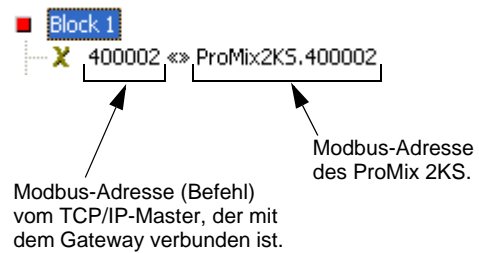

**ABB. 24: Blockgröße festlegen**
3. Siehe ABB. 24. Auf die Schaltfläche „Edit“ (Bearbeiten) neben dem Feld „Block Size“ (Blockgröße) auf der rechten Fensterseite klicken. Das Fenster „Edit Value“ (Wert bearbeiten) wird geöffnet. Die Anzahl der Modbus-Registeradressen im Bereich von der in Schritt 2 eingegebenen Startadresse bis zur gewünschten Endadresse (einschließlich) eingeben. In diesem Beispiel sieben. Die Adressen müssen nebeneinander liegen. Das heißt, alle Adressen müssen verfügbar und vom ProMix 2KS adressierbar sein. Wenn eine der sieben Adressen in der Modbus-Struktur des ProMix 2KS nicht vorhanden ist, kommuniziert der gesamte Block nicht.